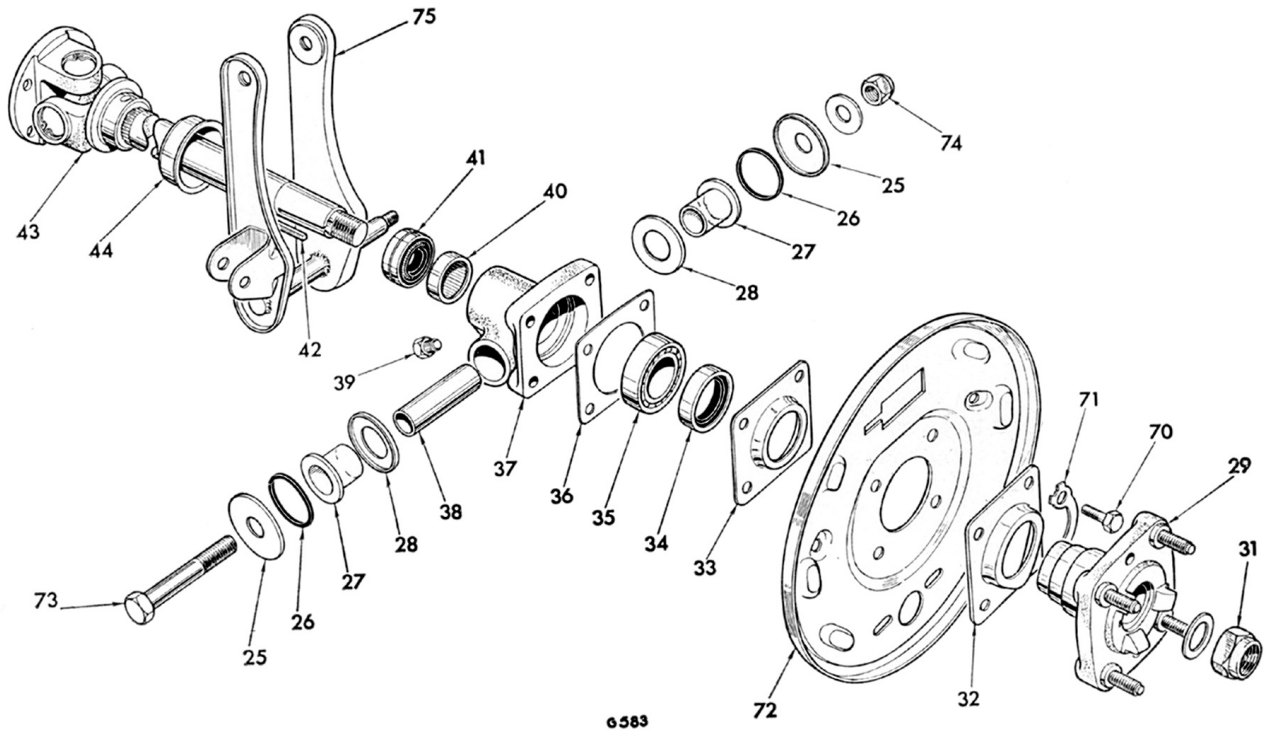

Fig. 6. Détails du demi-arbre extérieur et du moyeu
**1/2 ARBRE EXTERIEUR (Fig. 6)**